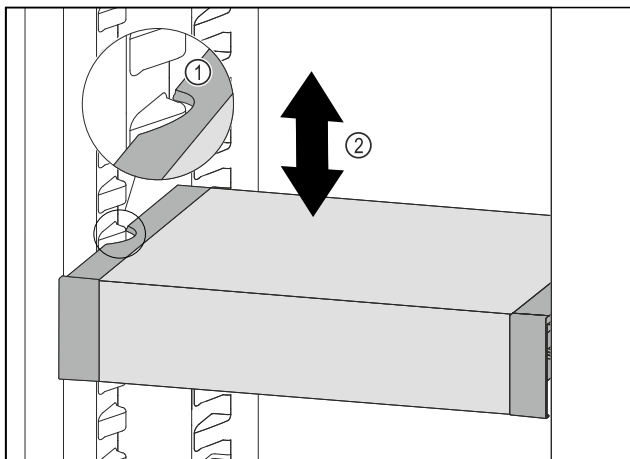

Fig. 123
- ▶ VarioSafe vucite prema naprijed sve dok se bočni otvori VarioSafe ladice ne nađu na visini žlijeba spremnika u hladnjaku. Fig. 123 (1)
- ▶ Pomičite ladicu VarioSafe u hladnjaku prema gore ili dolje sve dok ne dosegnete željenu visinu. Fig. 123 (2)